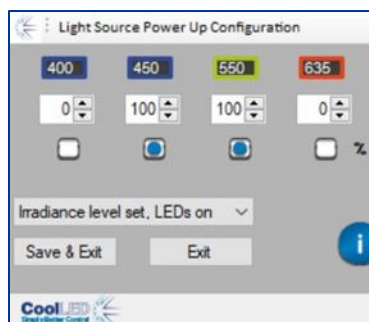
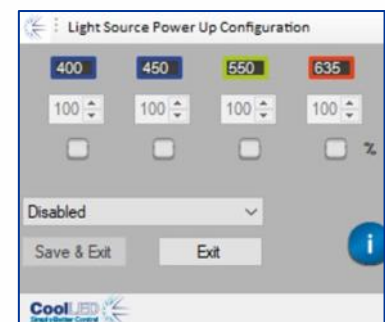

Figura 18
Figura 20
3. Selezionare lo stato di accensione della sorgente luminosa utilizzando la casella a discesa (vedere Figura 18 a Figura 20)